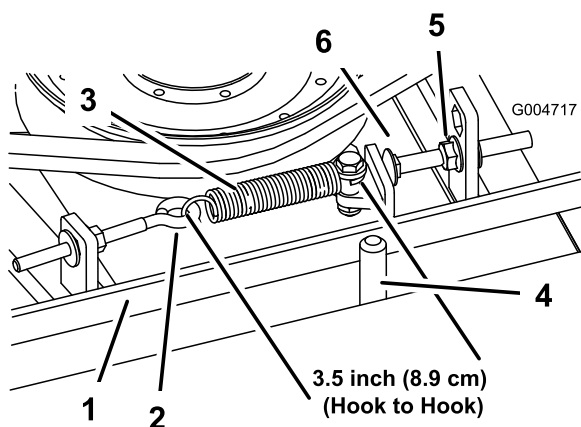

Figura 75
Quando la tensione è corretta, la misura interna della molla di prolunga (da gancio a gancio) deve essere circa 8,3 cm - 9,5 cm. Quando la tensione della molla è giusta, regolate il bullone di arresto (bullone a testa tonda) fino ad ottenere un gioco di 2 - 5 mm tra la testa del bullone ed il braccio di rinvio (Figura 75).
Nota: Verificate che la cinghia si trovi dal lato molla del guidacinghia (Figura 75).
- Allentate il bullone ad occhio per consentire la rimozione della molla di prolunga (Figura 75).
- Allentate il dado flangiato che fissa il bullone di arresto all'aletta di montaggio e spostate la puleggia tendicinghia dalla cinghia per rilasciare la tensione (Figura 75).
- Collegate la molla di prolunga (Figura 75) al bullone ad occhio e tendete la cinghia come segue: